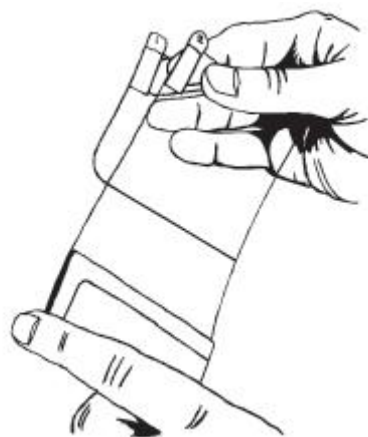

图 M-1
- 在移除任何保护层之前，请识别标签 1 和标签 2。将粘胶标签 1 从底部揭下，露出一半保护器(见图 M-1)。